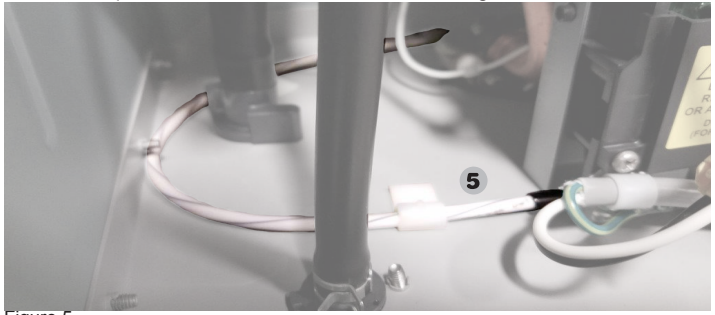

Figure 5.
5. Créez une boucle sur le côté gauche du chauffe-eau à gaz sans réservoir en passant par le côté gauche du tube de condensation, et en finissant avec la pointe du détecteur sous la carte principale de contrôle électronique du chauffe-eau. C'est illustré en Figure 5.